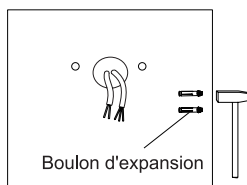

Figure 15
Étape 2 : Enfoncer les boulons d'expansion fournis dans le mur. (Fig. 15)